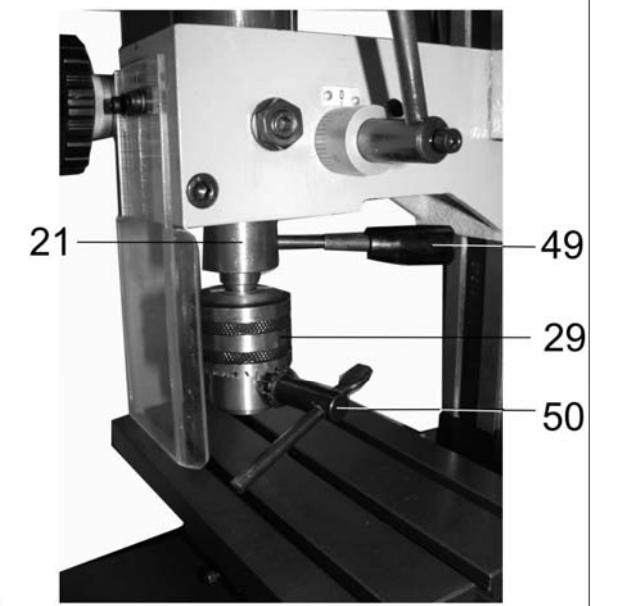

Рис.7
10.1.6. Установите и, удерживая шпиндель (21) ручкой (49) с помощью ключа для сверлильного патрона (50), закрепите в сверлильном патроне (29) необходимый режущий инструмент, Рис.7.